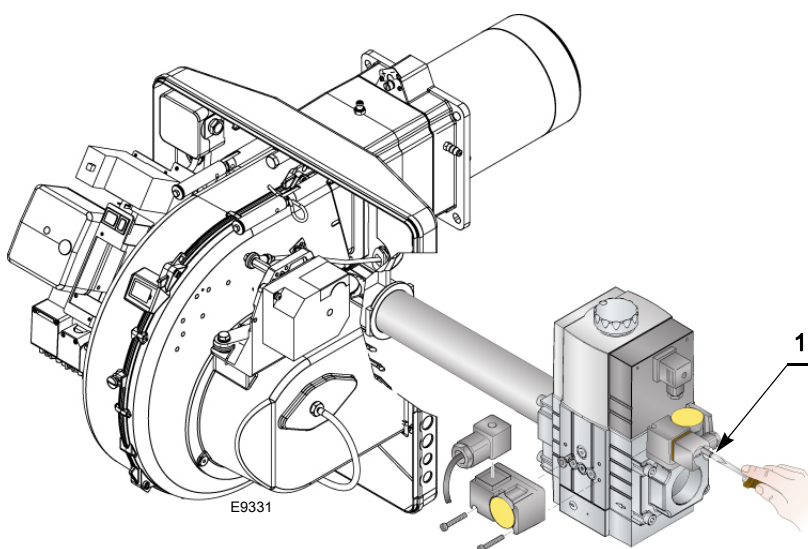

图 25
- 将压力计与最小燃气压力开关压力测试点1)(图25)连接，检查燃气供应压力：必须低于燃气阀组所允许的最大压力，见设备特性标识。
- 启动燃烧器前，最好将燃气阀组中的空气排净。将塑料管与最小燃气压力开关的压力测试点 1)(图 25) 相连。将管的一头伸出室外，以便嗅到燃气气味。